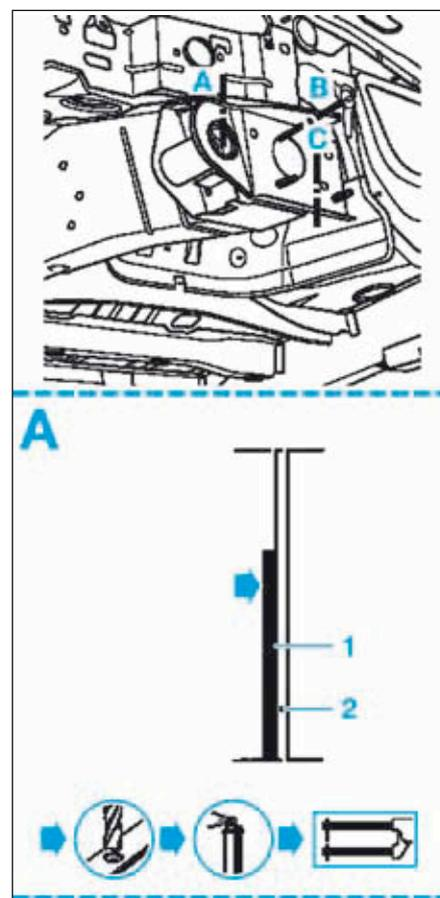

FIG.5
- Dépointer comme illustré (Fig.5).